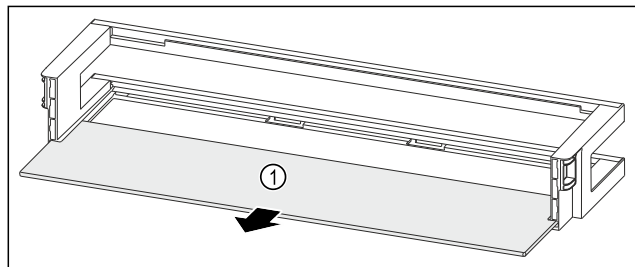

Fig. 50 Рафт на врата с рафт
- ▶ Свалете рафта Fig. 50 (1).